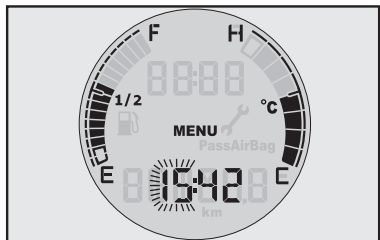

fig. 46
- Presionar MENU ESC para permitir la regulación (la hora y los minutos parpadean **fig. 46**).